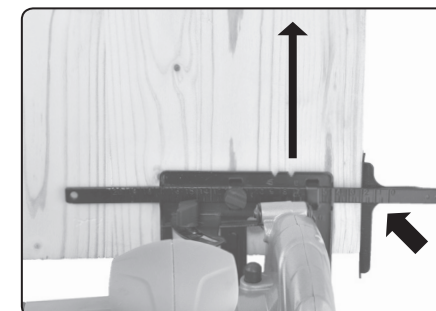

Abb. 10A
4. Lassen Sie die Säge auf volle Drehzahl hochfahren und dann schieben Sie sie allmählich zur gekennzeichneten Schnittlinie mit der Kerbe 0° in der Grundplatte für einen senkrechten Schnitt und mit der Kerbe 45° für einen Schrägschnitt (siehe Abb. 10A und 10B).